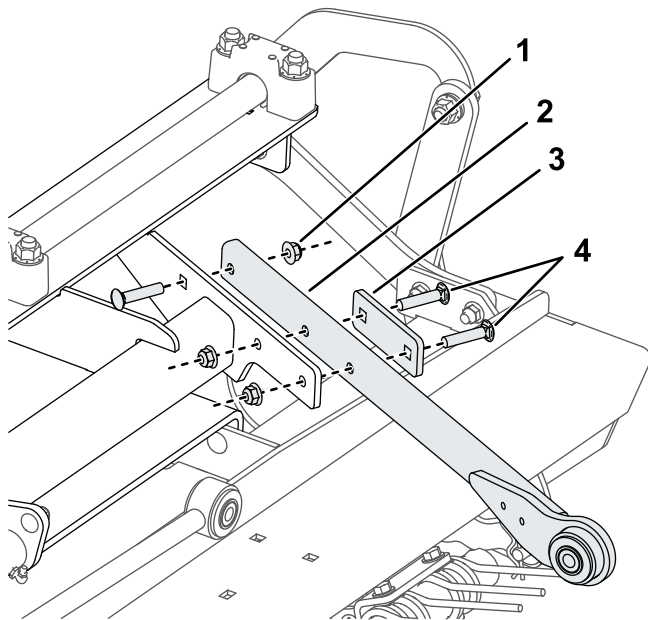

Figure 3
1. Installez, mais ne serrez pas, un bras de poussée sur l'outil polyvalent à l'aide de plaques de serrage et de boulons de carrosserie ( $\frac{3}{8}$  x  $1\frac{3}{4}$  po), comme montré à la Figure 3.